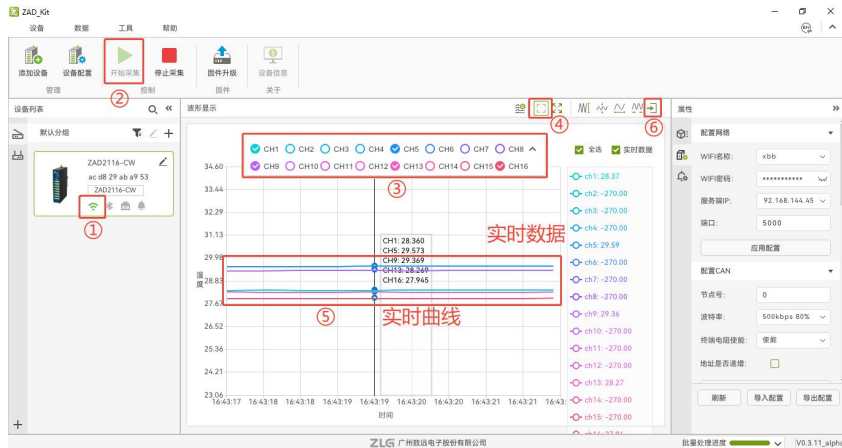

图 4.7 数据显示操作步骤界面
设备配置好后, 设备自动进行 Wi-Fi 连接, 并显示在线。此时可通过上位机的曲线显示查看数据, 或通过 csv 文件查询原始数据。设备配置好网络后, 操作步骤如下图 4.7 所示。
- 步骤 5: 鼠标左键长按并框选曲线进行放大, 注意需只使能显示温度值接近的曲线才可放大; 如图 4.7 所示, 关闭未接热电偶线时采集温度值为“-270”的通道曲线显示;